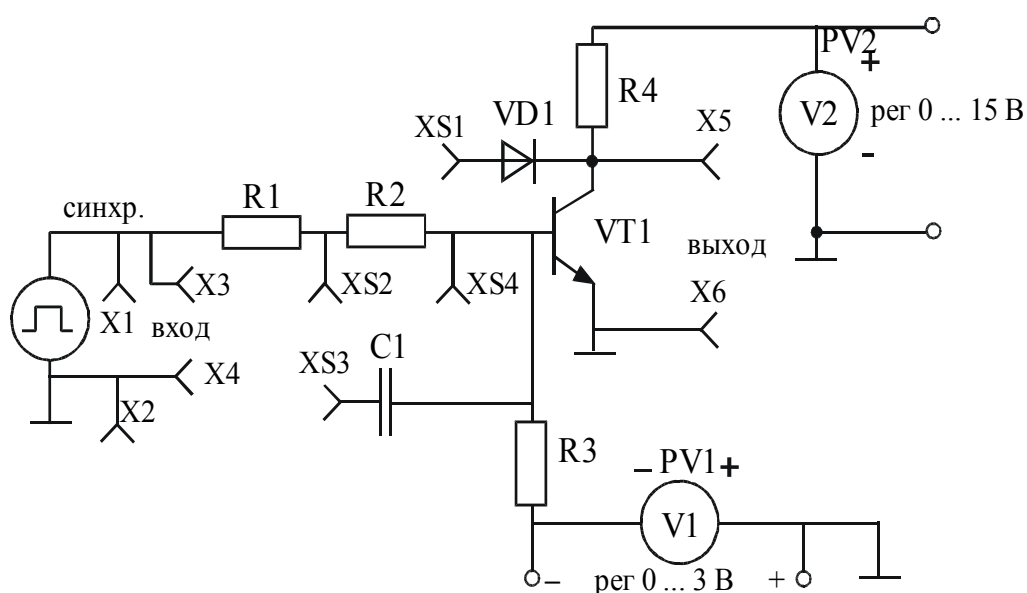

Рис. 3. Схема измерений
4.3.1. Соединить вход X осциллографа C1-65 с гнездами «Синхр» макета (рис. 3).